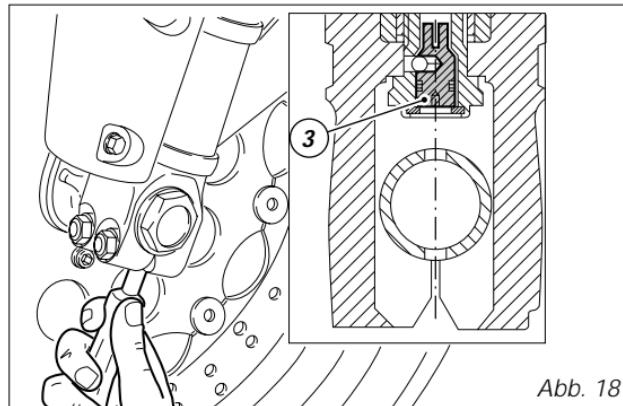

Abb. 18
- 3) (Abb. 18) zur Änderung der hydraulischen Dämpfung in der Druckstufe.